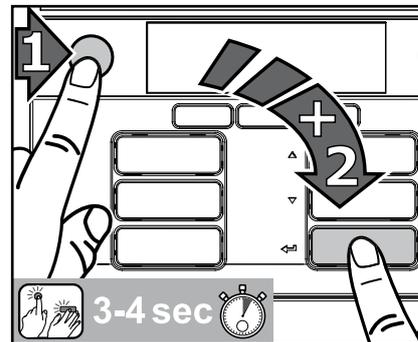

Abb. 31
1. Drücken Sie zuerst den STOPP-Taster, dann die Entertaste  und halten Sie beide 3-4 Sekunden gleichzeitig gedrückt, um in den Reinigungsmodus zu kommen. (Abb. 31)